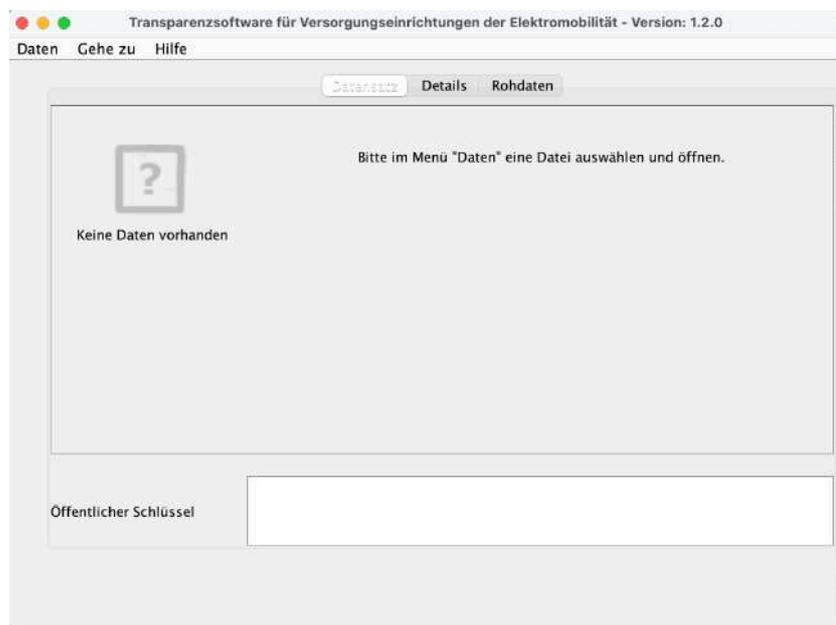

Abbildung 6: Transparenzsoftware
1. Der Abrechnungspartner (EMP oder Fahrstromanbieter genannt) stellt dem Kunden die Transparenzsoftware und das Datentupel des zu überprüfenden Ladevorgangs zur Verfügung. Die Abbildung 6 zeigt die Transparenzsoftware in der Version 1.2.0.